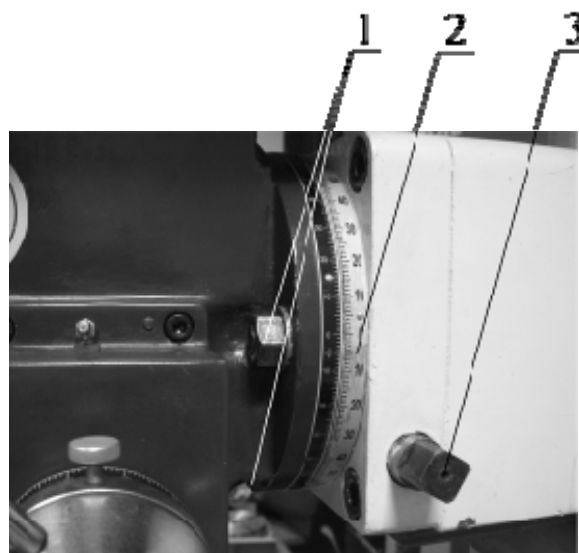

Рисунок 13.
**Изменение положения фрезерной головки (рис. 13).**